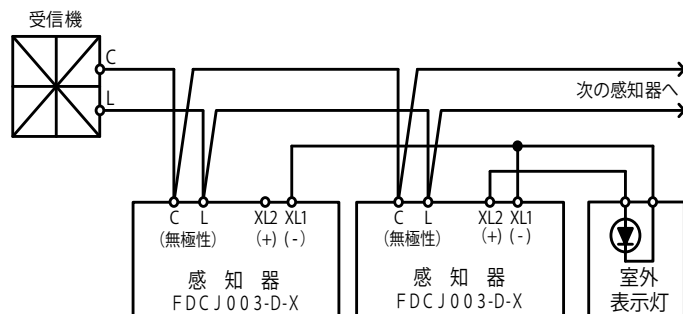

図1 結線図〔室外表示灯を使用する場合〕
- (1) 感知器ベースは露出型を使用してください。
- (2) 本感知器は、感知器の作動に伴い、受信機に信号を送るとともに、室外表示灯を接続することで、室外で感知器の作動を確認することができます。
- (3) 本感知器と受信機間の外線接続および他の室外表示灯との外線接続は図1を参照してください。感知器のXL1(−)、XL2(+)端子は有極性のため、複数の室外表示灯回路付感知器を接続する場合は極性を合わせてください。
- (4) 室外表示灯はFLL061型シリーズを使用してください。
- (5) 本感知器はアドレス表示機能を有しているため、アドレス設定器(「3. 仕様」を参照)を用いてアドレスを設定してください。1～60までのアドレスを設定できます。